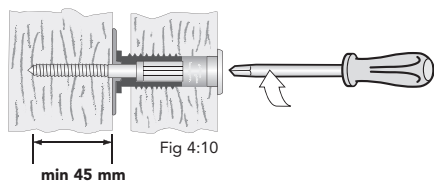

Fig 4:10
9. Karmen infästes i väggstommen med därför avsedd skruv. Infästningslängden i väggstommen ska vara minst 45 mm. Fästdonet ska ha ett korrosionsskydd motsvarande minst 12µm, se fig. 4:10.